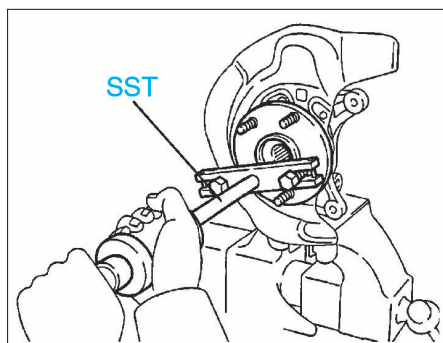

FIG. 14
- Extracteur à inertie (ref. Toyota : 09520-00031) (fig. 14).
- Mettre le pivot dans un étau équipé de mordache et à l'aide d'un extracteur à inertie, extraire le moyeu du pivot (fig. 14).